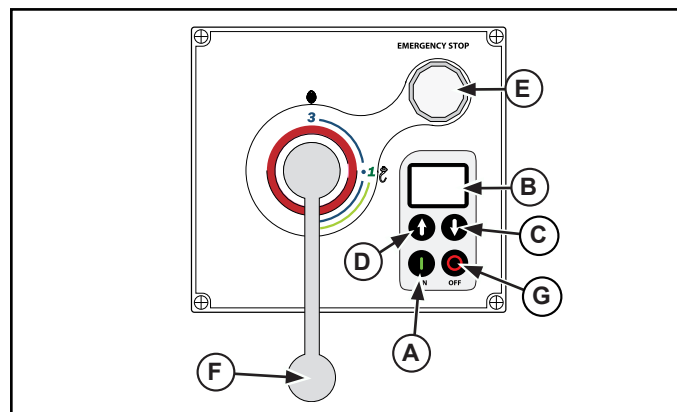

Abbildung 7. 44-L-Mixer – Bedienfeld.
- Die den Zutaten entsprechende Betriebsgeschwindigkeit einstellen. Die Drehzahl mit dem Geschwindigkeitswahlhebel (F) einstellen. Siehe Abbildung 7 oder 8.